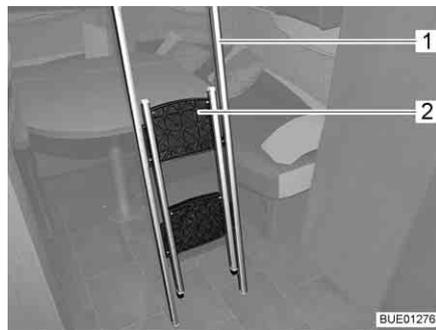
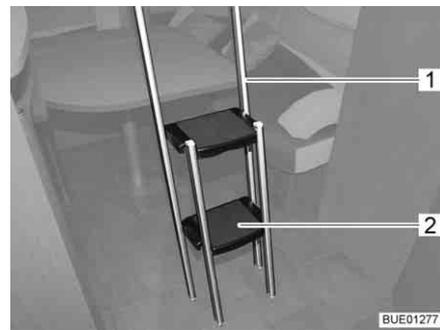

Bild 96 Aufstiegsleiter eingeklappt
Bild 97 Aufstiegsleiter ausgeklappt
- Den eingeklappten Teil (Bild 96,2) der Aufstiegsleiter (Bild 96,1) am oberen Rand fassen und herausklappen, bis alle vier Füße sicher auf dem Boden stehen (Bild 97).
- Trittstufen (Bild 97,2) einklappen.
- Aufstiegsleiter (Bild 97,1) aus der Griffleiste (Bild 95,3) am Hubbett aushängen.